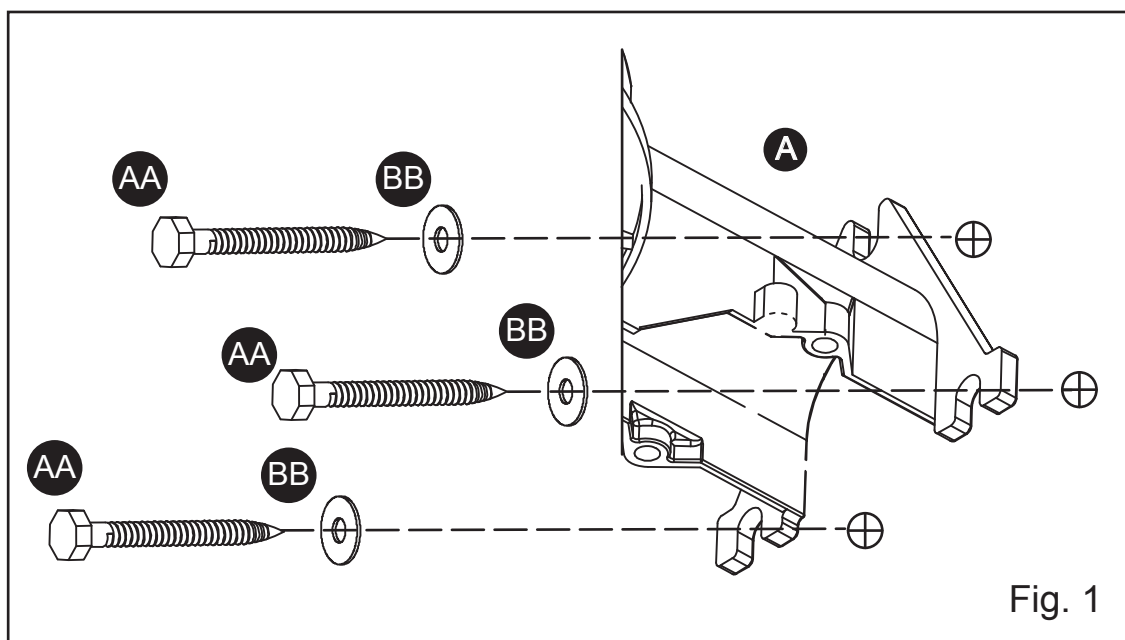

Fig. 1
Seleccione una ubicación en una pared plana con madera estructuralmente estable y 3,05 m a 7,62 m (10 a 25 pies) sobre el suelo. La madera debe tener un grosor de al menos 25,40 mm (1 pulgada) para fijar la lámpara de manera segura. La lámpara (A) se debe montar con 3 tornillos tirafondo (AA) y arandelas (BB), que se incluyen. Use la lámpara (A) como plantilla de montaje y marque tres orificios de montaje. Sugerimos taladrar orificios guía de 4,76 mm (3/16") para los tornillos tirafondo. Primero, instale los dos (AA) de la parte inferior con arandelas (BB). Atornille los tornillos tirafondo (AA) de manera que queden aproximadamente 9,53 mm (3/8") de espacio debajo de (BB). Coloque (A) sobre los dos (AA) e instale los (AA) superiores y (BB). Apriete los (AA) superiores primero y luego apriete los (AA) restantes (consulte la Fig. 1).